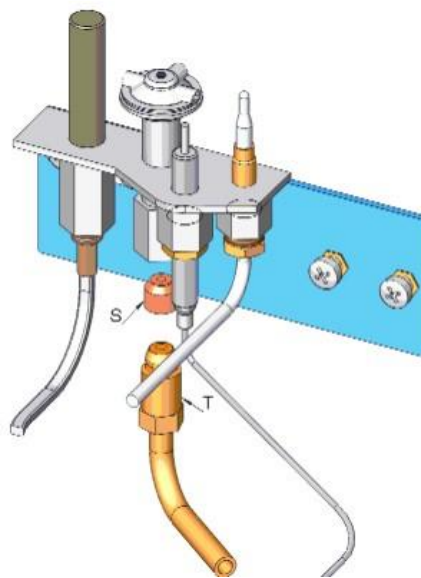

Fig. 7
6.2 SUSTITUCIÓN DEL INYECTOR DEL QUEMADOR PILOTO. (Fig. 7)